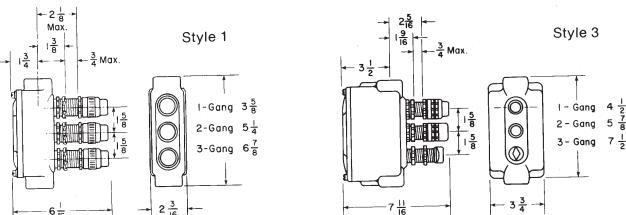

Figura 1
**Nota:** Espesor máximo del panel = 3/4 pulgada. Ver Figura 1 para dimensiones de las cavidades.